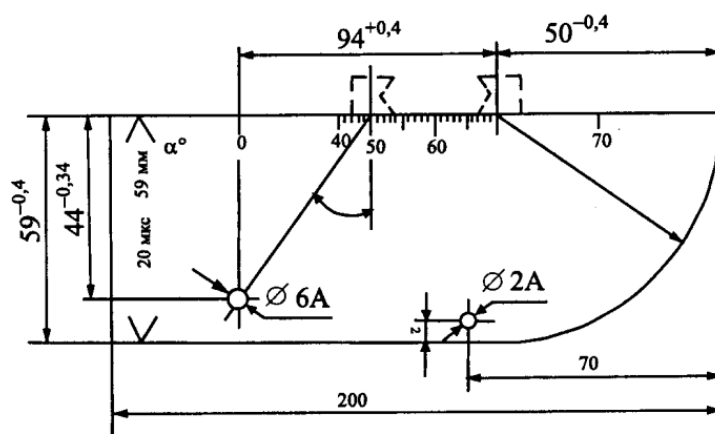

Рисунок 3. Стандартный образец СО-3Р
3. На эскизе (рис. 3) дать схему стандартного образца ЗР, который используется при контроле сварных стыков рельсов дефектоскопом со встроенным аттенуатором (РДМ-3) для настройки прибора на условную чувствительность, определение точки выхода и угла ввода луча, проверку «мертвой» зоны.
- установить искатель на образце (рис. 3) таким образом, чтобы на экране дефектоскопа появился эхо-импульс;